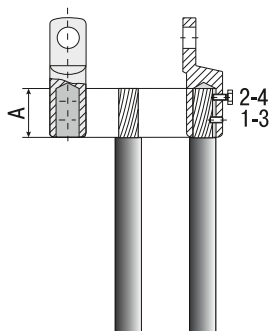

Рисунок 5
4.10.3 Установить на жилу наконечник до упора в изоляцию и подтянуть от руки болты в порядке 1—2 (рисунок 5).
4.10.4 Затянуть болты до срыва головок в порядке 3—4 (рисунок 5).